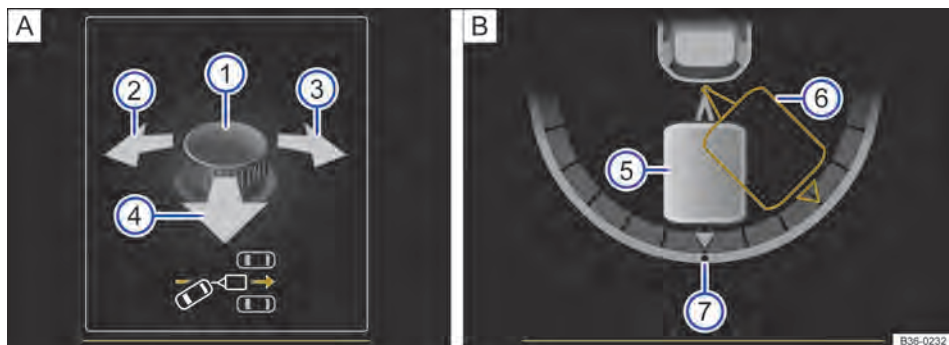

Fig. 155 No display do instrumento combinado, comandar o assistente de manobras do reboque: **A)** ajustar ângulo; **B)** Conduzir em marcha a ré.
Legenda para Fig. 155:
- Bascular o botão rotativo, até atingir a posição desejada. No display do instrumento combinado, para orientação, aparece uma representação do conjunto na posição atual → Fig. 155 **B)**.